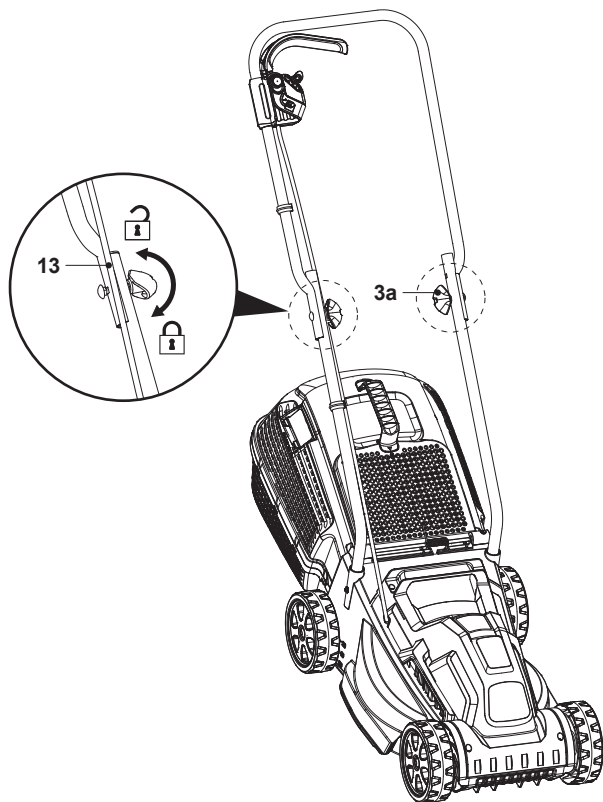

Fig. 7
1. Débrancher la fiche de la rallonge et desserrer les molettes (3a) dans le sens inverse des aiguilles d'une montre pour replier le guidon et ranger la tondeuse (Fig. 7, 8).
2. S'assurer que le cordon d'interconnexion (13) n'est pas comprimé, puis serrer les molettes (3a) dans le sens des aiguilles d'une montre.